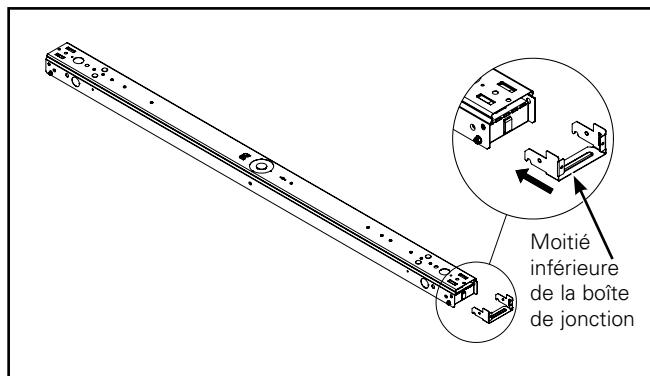

Figure 2.
2. Insérez la moitié inférieure de la boîte de jonction dans le luminaire. (Figure 2.)